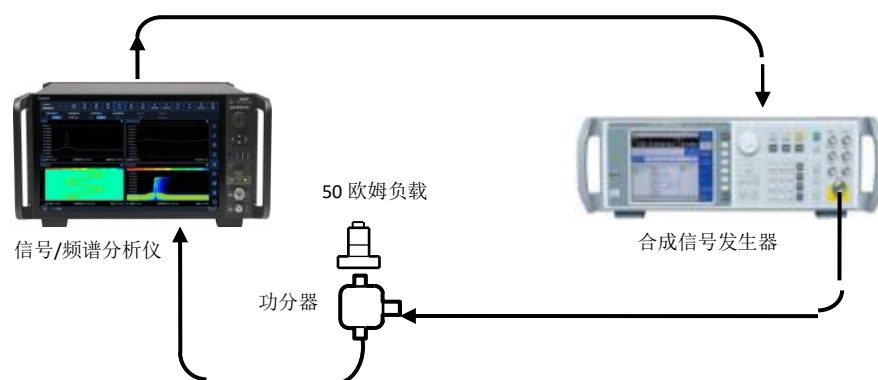

图 7.35 前置放大器频率响应测试示意图 (100kHz ~ 100MHz)
- 39) 如图 7.35 连接测试仪器和设备, 功分器的两个输出端分别接 50 欧姆负载和 4082 信号/频谱分析仪;